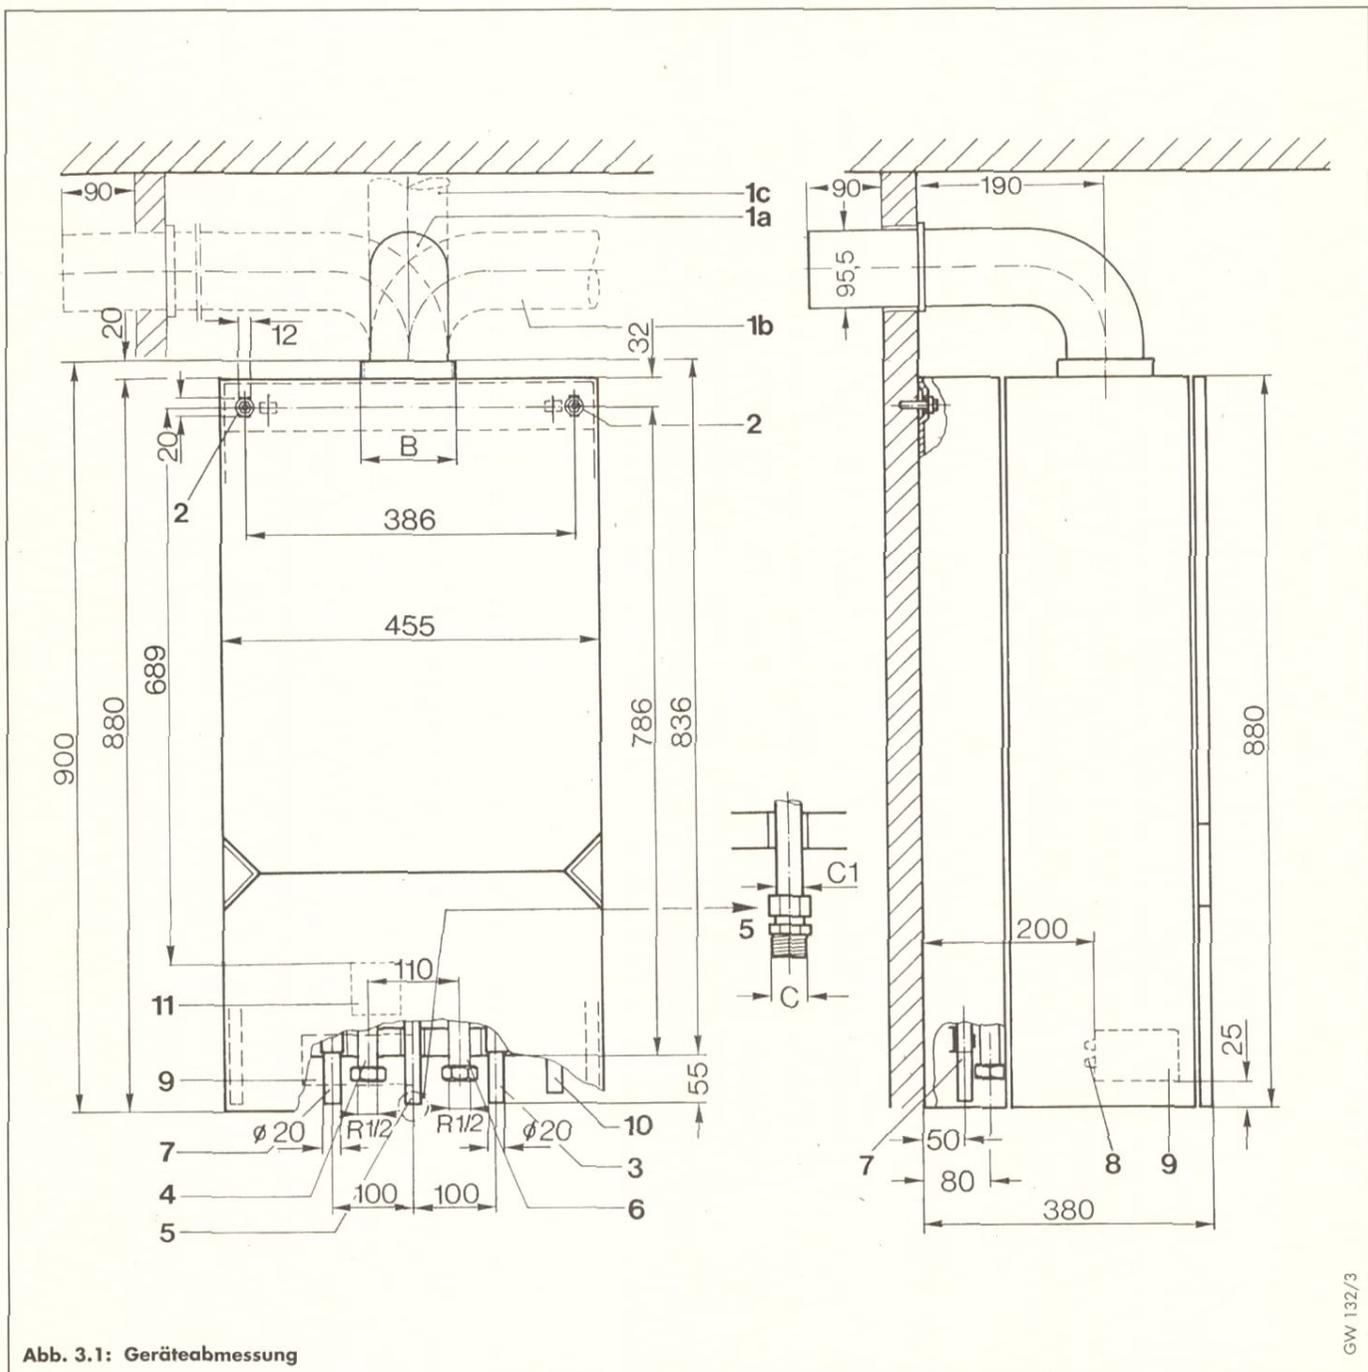

Abb. 3.1: Geräteabmessung
Legende zu Abb. 3.1
- Lage der Stockschrauben unter Berücksichtigung der Anschlußabmessungen des Gerätes (s. Abb. 3.1 und 3.2, Seite 4 und 5) festlegen.